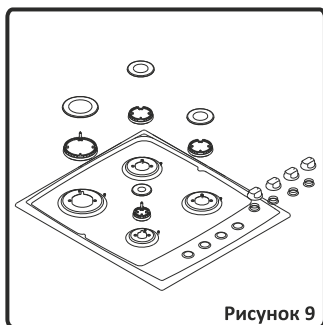

Рисунок 9
- Снимите крышку конфорки и адаптер (рис. 9).